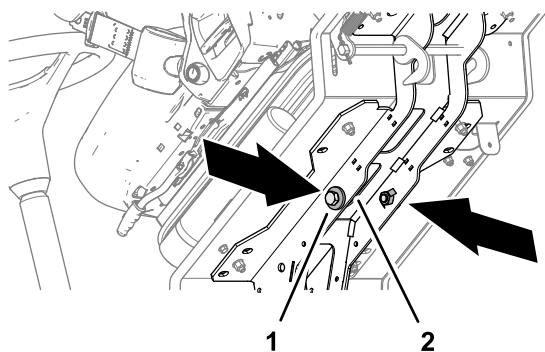

Bild 33
4. Entfernen Sie die beiden Schrauben 12 x 40 mm und die beiden Beilagscheiben 12 mm in den Stützschielen der Plattform (Bild 33).